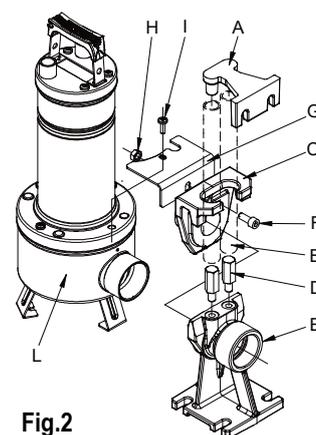

Fig.2
Para as instalações fixas aconselha-se a utilização do dispositivo de elevação DSD2 (disponível por encomenda - Fig.2) para facilitar as operações de manutenção na electrobomba. Inserido entre a boca de compressão da electrobomba e a tubagem evita, nas operações de manutenção, a desmontagem da tubagem de compressão. O dispositivo DSD2 é constituído por 8 detalhes, mais um não fornecido (tubos de 3/4”):
O pé de apoio deve ser posicionado no fundo e fixado com parafusos de ancoragem oportunamente dimensionados. O estribo de guia do tubo deve ser posicionado na parte alta do poço e inserido na extremidade de dois tubos de 3/4" (não fornecidos) que servem de escorregadioiro. Os dois tubos ligam o estribo ao pé de apoio. Posicionar o estribo de base em contacto com o filtro da bomba perto da boca de compressão, fixando-o com os dois parafusos previstos para o bloqueio da tampa do filtro. Retirar o parafuso superior da flange do lado da compressão (I). Montar o estribo anti-rotação (G). Voltar a montar o parafuso (I). Extrair a corrediça do pé de acoplamento e ligá-la com a boca de compressão da bomba. Utilizando o parafuso (F) e a porca (H) fixar a corrediça à bomba como indicado na figura. Voltar a posicionar o conjunto corrediça/bomba no pé (Fig.2)